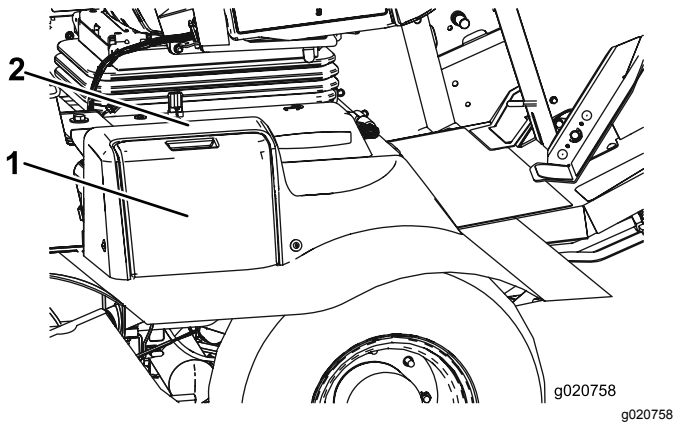

Figura 83
1. Abra la tapa de la batería, situada en el lado de la cubierta (Figura 83).
**Nota:** Presione hacia abajo sobre la superficie plana situada encima de la tapa de la batería para facilitar la apertura de la tapa (Figura 83).